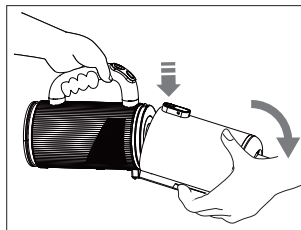

Abb. 24 – Staubbehälter öffnen
- ▶ Drücken Sie die Entriegelungstaste am Staubbehälter und klappen Sie ihn herunter (**siehe Abb. 24**).